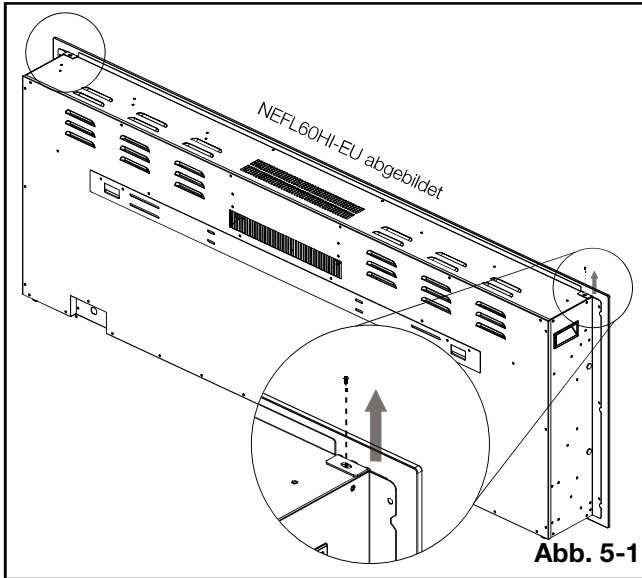

Abb. 5-1
- A. Halten Sie die Glasscheibe mit einer Hand fest, damit sie nicht umfallen kann, und entfernen Sie die zwei Schrauben (eine pro Seite) an der Oberseite des Geräts (**Abb. 5-1**). Legen Sie die Schrauben beiseite.